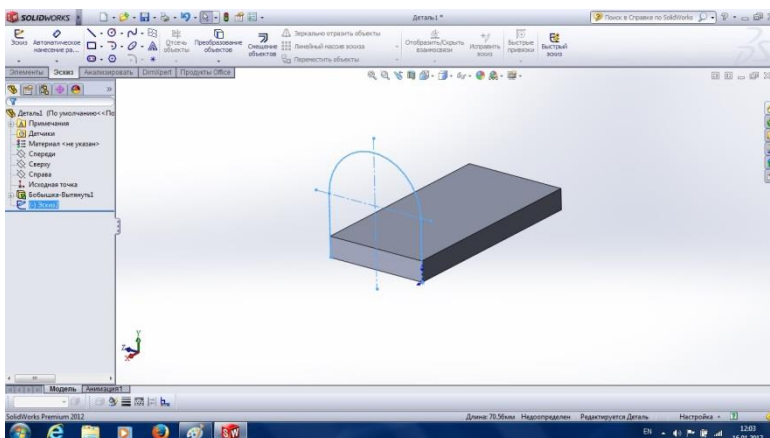

Рис. 3.7
9. За допомогою нанесення необхідних розмірів робимо цей профіль визначеним (рис. 3.7).